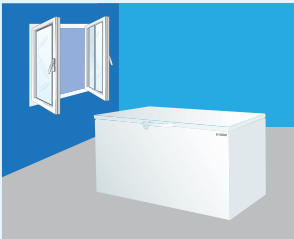

Abb. 12
- Wenn Sie einen Verdacht auf Gasaustritt aus dem Gerät haben, öffnen Sie die Fenster und lüften Sie den Raum und benachrichtigen Sie umgehend den nächsten Uğur Kundenservice. (Abb. 12)